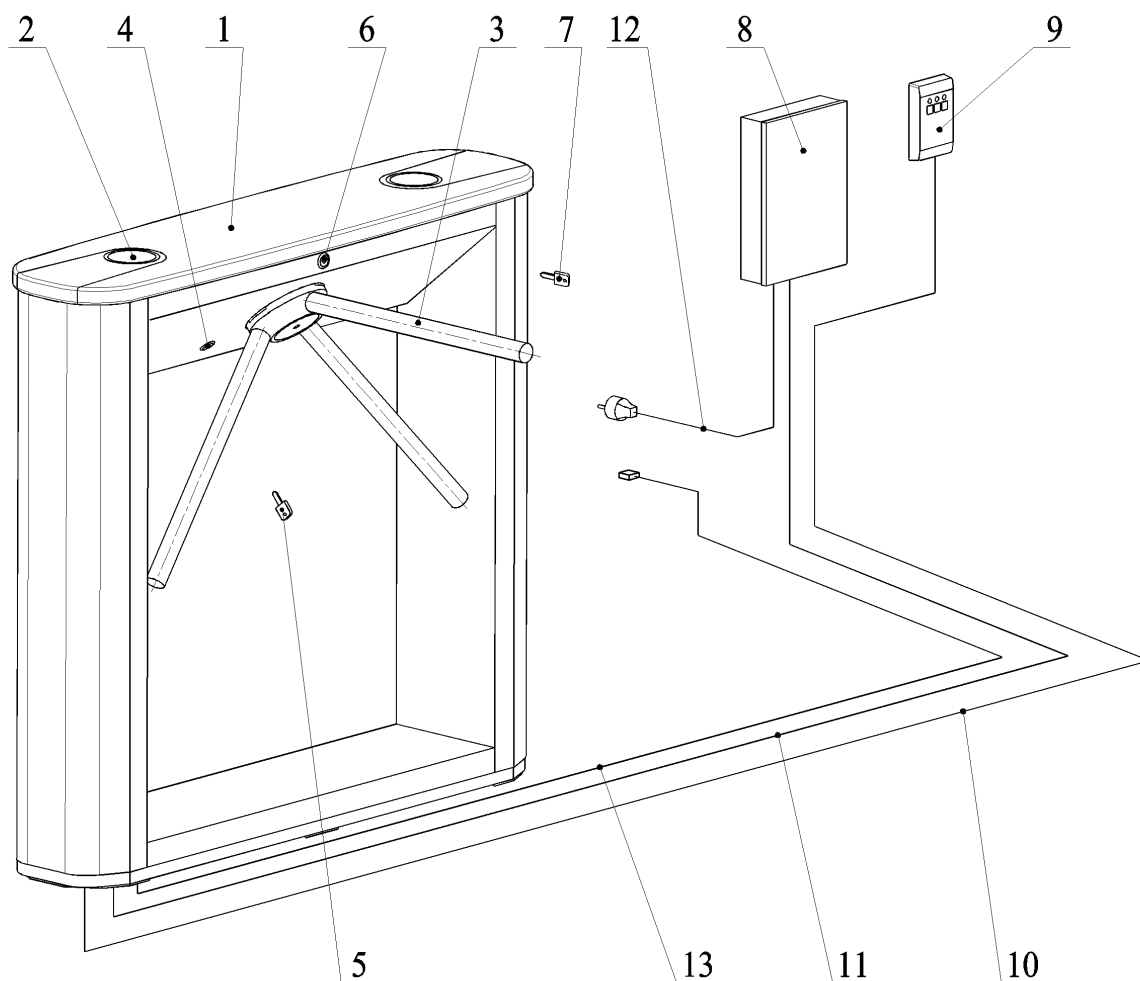

Рисунок 1 – Общий вид стойки электронной проходной
Для осуществления механической разблокировки стойки электронной проходной необходимо вставить ключ (8) в замок механической разблокировки (7) (см. Рисунок 1) и повернуть его до упора по часовой стрелке (механизм секретности выдвинется из корпуса). После этого преграждающие планки стойки электронной проходной можно будет свободно поворачивать в обе стороны.